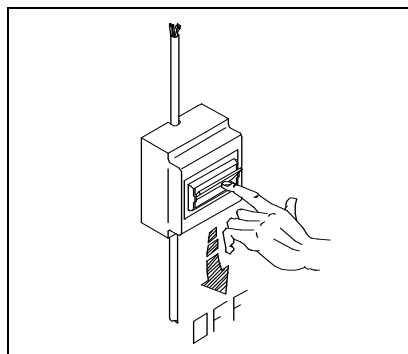

Рис. 5-1
N.B.: Перед проведением любых работ по техническому обслуживанию, отключайте машину от сети. (рис. 5-1)
N.B.: Before any technical service, disconnect the machine from the mains. (fig. 5-1)
N.B.: Vor jedem kundendienst die machine vom stromnetz ausschalten. (Fig. 5-1)
N.B.: Avant de toute intervention, débrancher l'appareil de l'électricité. (Fig. 5-1)
N.B.: Desconecte siempre el aparato de la red antes de cualquier operación de arreglo. (fig. 5-1)
N.B.: Antes de qualquer intervento tecnico, desligar a máquina da rede eléctrica. (fig. 5-1)
N.B.: Alvorens technische ingrepen aan het apparaat uit te voeren moet het apparaat van het elektriciteitsnetafgekoppeld worden. (Afb. 5-1)